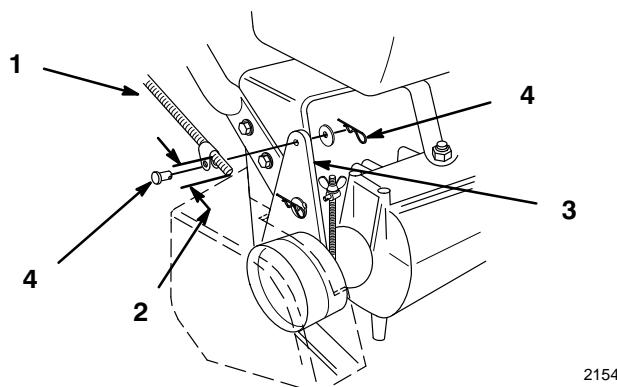
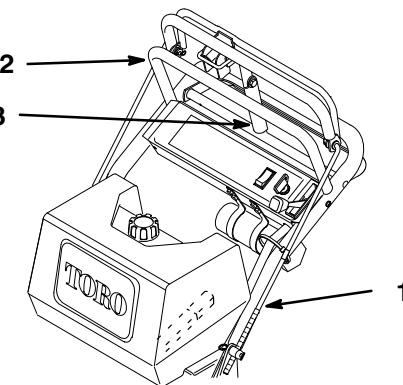

Figure 7
Figure 8
- Visser une attache sur chaque tige de commande, à environ 5,1 cm (2") de l'extrémité (Fig. 7) ou pour que la barre de commande supérieure (Fig. 8) soit à peu près perpendiculaire au sol.
- Monter l'extrémité des attaches de tige sur le trou de l'équerre de renvoi (par l'extérieur) au moyen des axes, rondelles et goupilles épingle (Fig. 7).
- Contrôler l'écart entre la barre de commande supérieure et le haut du mancheron lorsque les courroies sont engagées à fond. L'écart doit être d'environ 25 à 32 mm (1 à 1-1/4") (Fig. 8).
- Le réglage des tiges de frein doit permettre d'appliquer facilement le levier de frein de stationnement contre le mancheron en tirant sur la barre de commande supérieure (Fig. 8).